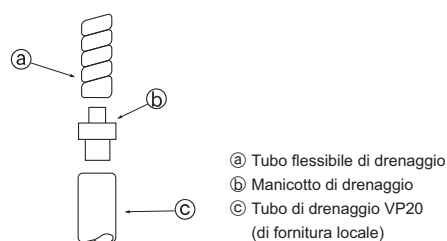

Fig. 5-1
5.1. Collegamento della tubazione di drenaggio (Fig. 5-1)
- Per collegarsi al tubo VP20, utilizzare il manicotto di drenaggio ②, fornito come accessorio. Fissare saldamente il manicotto al tubo con un nastro adesivo al cloruro di vinile in modo che non vi siano fuoriuscite di liquido.